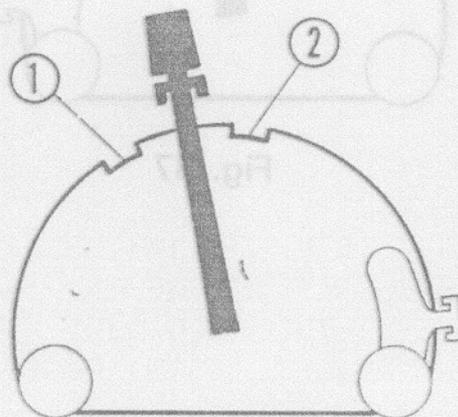
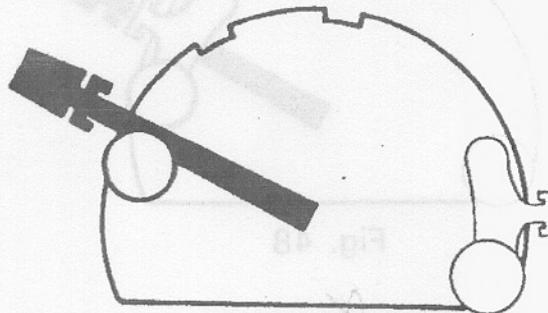

Fig. 35
Fig. 50
- Placer la manette de commande entre les encoches sur le secteur « zone bleue », vérins « extérieurs » (fig. 35).
- Mettre la manette de commande entre les 2 encoches, « zone bleue », vérins extérieurs et libérer le verrouillage (voir page 44, fig. 35 et 36).
- Ramener la manette de commande dans l'encoche (1) du secteur.
- Faire coulisser la butée mobile dans la lumière du secteur pour l'amener en contact avec la manette de commande et serrer le bouton moleté (fig. 50). Le conducteur pourra retrouver après chaque manœuvre la même hauteur de l'outil par rapport au sol.